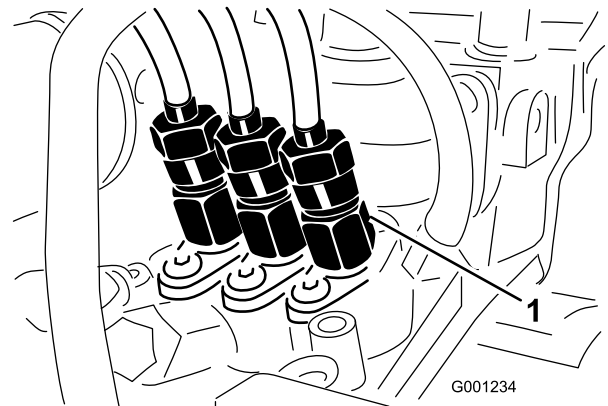

Bild 53
1. Lockern Sie den Leitungsanschluss an der Einspritzdüse Nr. 1 und dem Halter an der Einspritzpumpe (Bild 53).